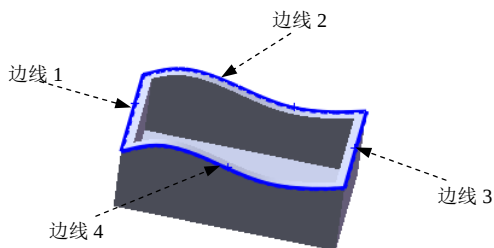

图 5.2.9 定义组合曲线
Step3. 定义组合曲线。依次选取图 5.2.9 所示的边线 1、边线 2、边线 3 和边线 4 为组合对象。